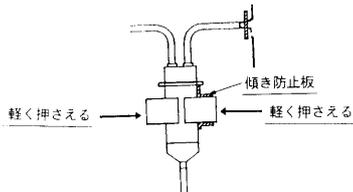

図8 チャンバー装着図
- ② チャンバー装着後はチャンバーとレベル検出器の接触を確実にする為、チャンバーホルダーを指で軽くはさむ (図8)。
- ③ 加温バッグ装着時、出入口チューブをヒーターに挟み込まない様バッグは装置表面に少し出る程度に挿入する。
- ④ 液切れ検出器 (3カ所)、気泡検出器、漏血検出